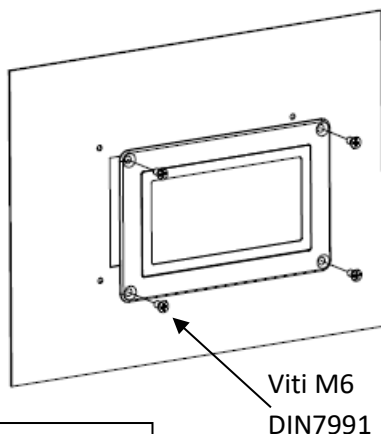

Fig. 4.2.2
- Fissare la lampada sulla superficie di installazione utilizzando viti M6 tipo DIN 7991 (fig. 4.2.2).